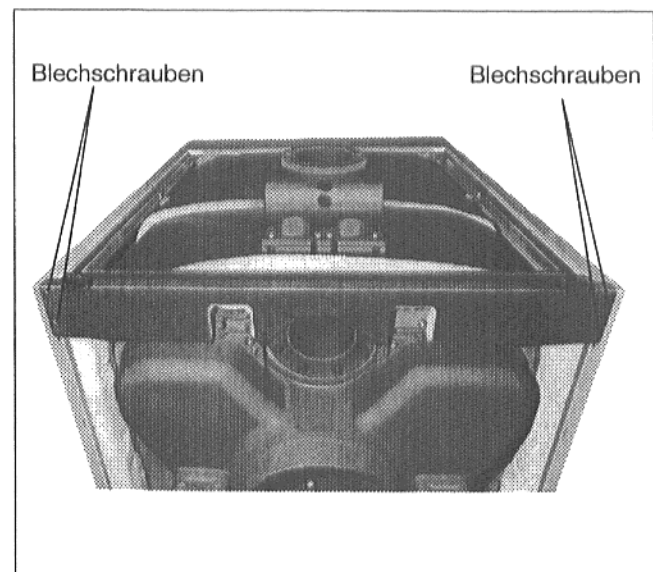

Abb. 45
- Obere Kesselrückwand auf die Seitenwände auflegen und von hinten mit vier Blechschrauben an den Seitenwänden anschrauben (Abb. 45).